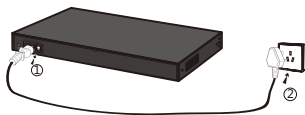

图1.2.2 电源连接示意图
2. 内置式的无需电源适配器，直接接入AC100~240V, 50~60Hz市电即可；如图1.2.2所示。